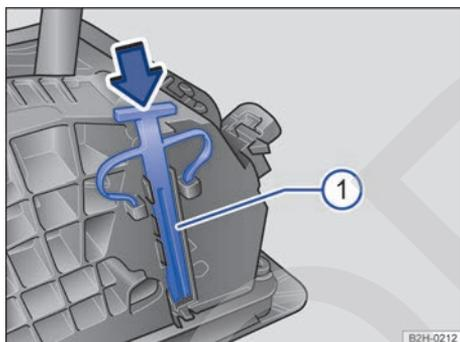

Fig. 149 Desbloqueo de emergencia de la palanca selector.
El desbloqueo de emergencia ⇒ fig. 149  se encuentra debajo de la cubierta de la corredera de la palanca selector, en el lado derecho visto en el sentido de la marcha. Para desbloquear la palanca selector se precisa una herramienta adecuada como, por ejemplo, un destornillador.
- Presione la palanca de desbloqueo ⇒ fig. 149 con un dedo o un destornillador en el sentido de la flecha y manténgala en esa posición.